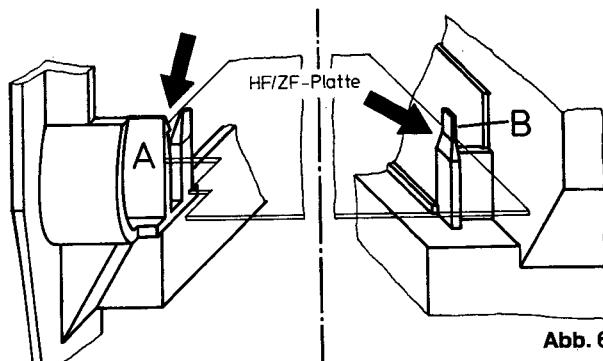

Abb. 6
4. Halterung A (Abb. 6) der HF-/ZF-Platte zurückdrücken und Platte aus den Rastebenen A ziehen. HF-/ZF-Platte zur Gehäuse-Oberkante kippen bis die Platte aus den Fixiernasen B gleitet.